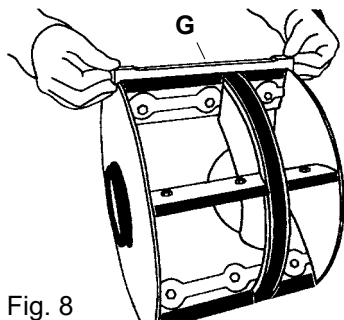

Fig. 8
2. Montez les nouvelles palettes d'étanchéité sur le rotor. Elles sont introduites dans des perforations adaptées à leur longueur, voir figure 8. Ne pas serrer les vis pour éviter que les palettes ne se déforment (torsion 8 Nm). Utiliser de préférence un outil spécifique (G) pour s'assurer que les palettes sont montées à la bonne hauteur. Le diamètre du rotor avec les palettes est de 395 mm. Utiliser uniquement des palettes d'origine Kongskilde.